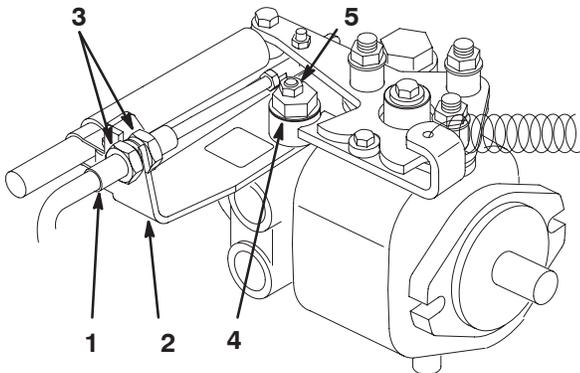

Bild 50
- A. Lösen Sie beide Klemmmuttern, mit denen der Fahrtriebs-Bowdenzug an der Trennwand am Hydrostat befestigt ist (Bild 50). Achten Sie darauf, dass die Klemmmuttern gleichmäßig gelockert sind und eine ausreichende Einstellung ermöglichen.
- B. Lösen Sie die Mutter, mit der der Exzenter oben am Hydrostat befestigt ist (Bild 50).
- D. Drehen Sie den Exzenter, bis kein Kriechen in jeder Richtung auftritt. Ziehen Sie, wenn sich das Rad nicht mehr dreht, die Schraube fest, um den Exzenter und die Einstellung zu arretieren (Bild 50). Überprüfen Sie die Einstellung mit dem Gasbedienungshebel auf „Langsam“ und auf „Schnell“.
- E. Ziehen Sie die Sicherungsmuttern, mit denen das Antriebs-Bowdenzug an der Trennwand befestigt ist, **gleichmäßig** von der Innenseite der Trennwand fest (Bild 50). Verdrehen Sie nicht den Bowdenzug.